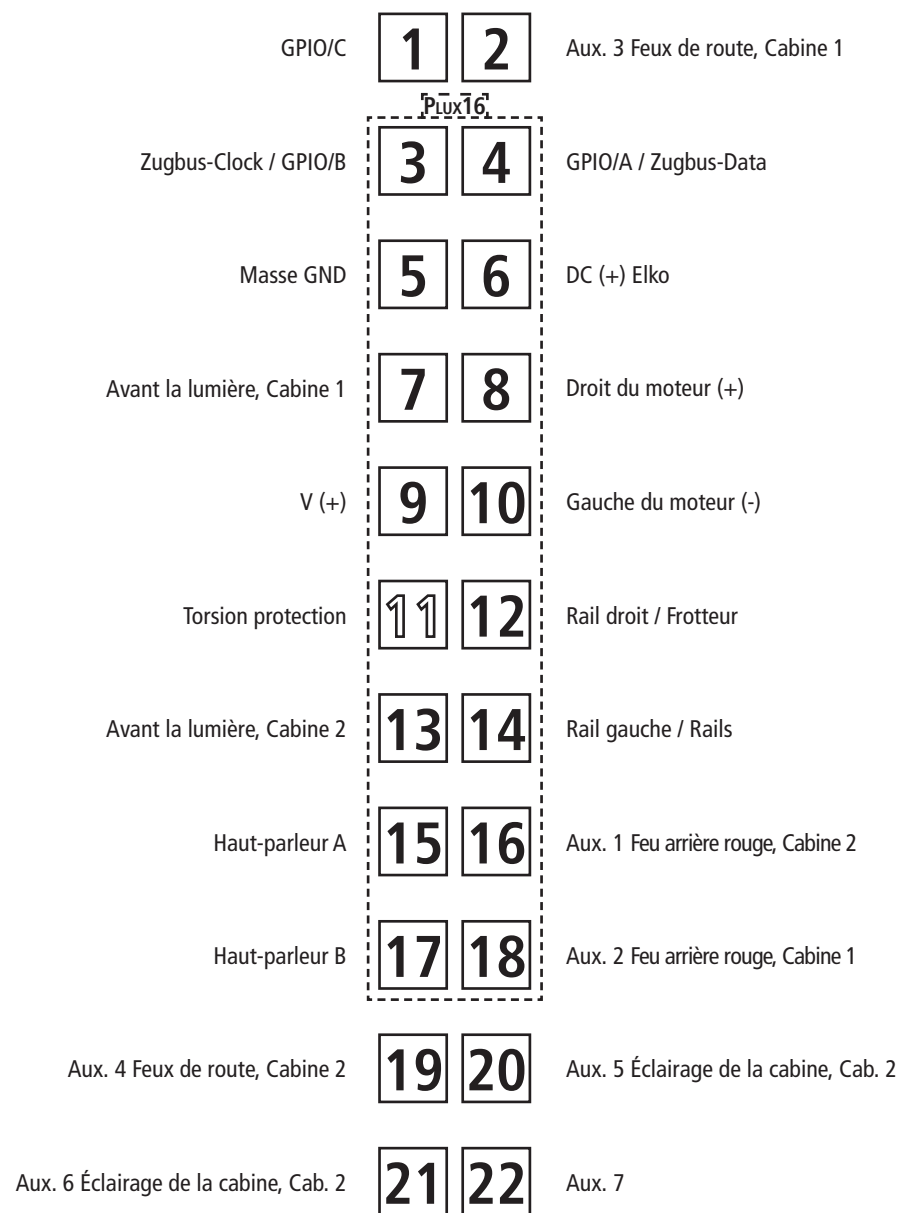

Fig. 7
3. Haftreifenwechsel: Zuerst die Drehgestellblende abnehmen (Fig. 4). Danach den **Radsatz** herausnehmen und die **Haftreifen** mit einer Nadel od. mit einem feinen Schraubendreher abziehen (Fig. 7). Beim Aufziehen der neuen Haftreifen darauf achten, dass diese sich nicht verdrehen.
3. Change of traction tyre: Remove the bogie blind (fig. 4). Take out **wheel set** and remove **traction tyre** using a pin or a fine screwdriver (fig. 7). When pressing on the new traction tyre please **avoid twisting it**.
3. Échange des bandages d'adhérence: Démontez d'abord **les flancs de bogies** des engrenages (fig. 4). Délogez ensuite les essieux bandagés et enlevez, à l'aide d'une aiguille ou d'un tournevis fin, les bandages d'adhérence (fig. 7). Lors du montage des nouveaux bandages veuillez veiller à ce que les bandages **ne soient pas tordu**.